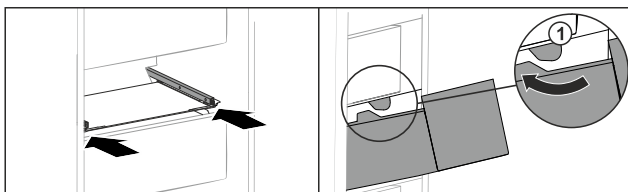

Fig. 146
- ▶ Umetnite ladicu oko zaustavljača Fig. 146 (1).